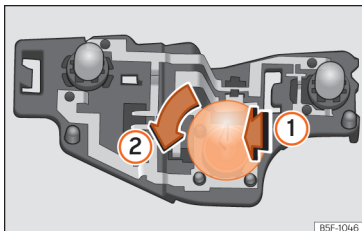

Fig. 66 Posizione delle lampadine nel portalamпада.
- Premere leggermente la lampada difettosa verso il portalamпада ①, ruotarla quindi verso sinistra ② ed estrarla »» fig. 66.